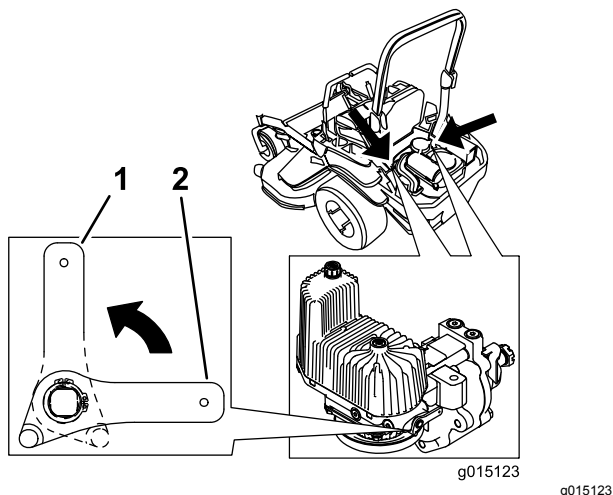

Figura 43
3. Ruotate verticalmente le leve delle valvole di rilascio per spingere la macchina (Figura 43).
5. Ruotate orizzontalmente le leve delle valvole di rilascio per guidare la macchina (Figura 43).